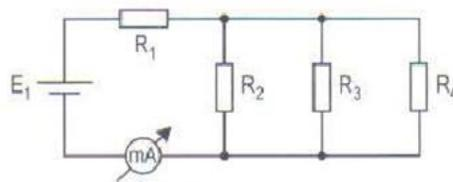

Figura 4.5
- 2) Assinale no esquema da Figura 4.5 onde devemos interromper para medir a corrente que passa pelo conjunto R_3 e R_4 .
- 3) De quais resistores o miliamperímetro esquematizado no circuito da Figura 4.5 mede a corrente?